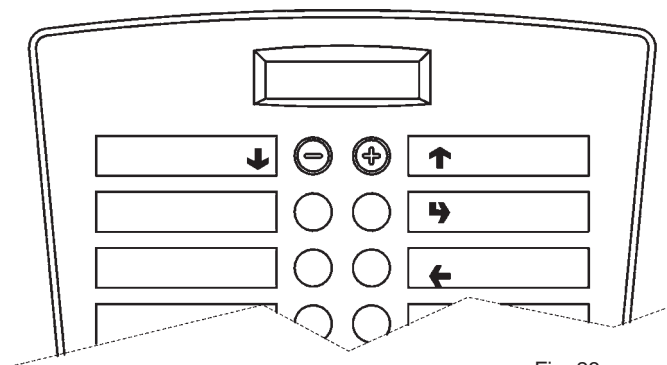

Fig. 23
- Panneau des poussoirs externe à sélection directe qui, en modalité "Chargeur" et "Technicien", exercent les fonctions suivantes (voir fig. 23):